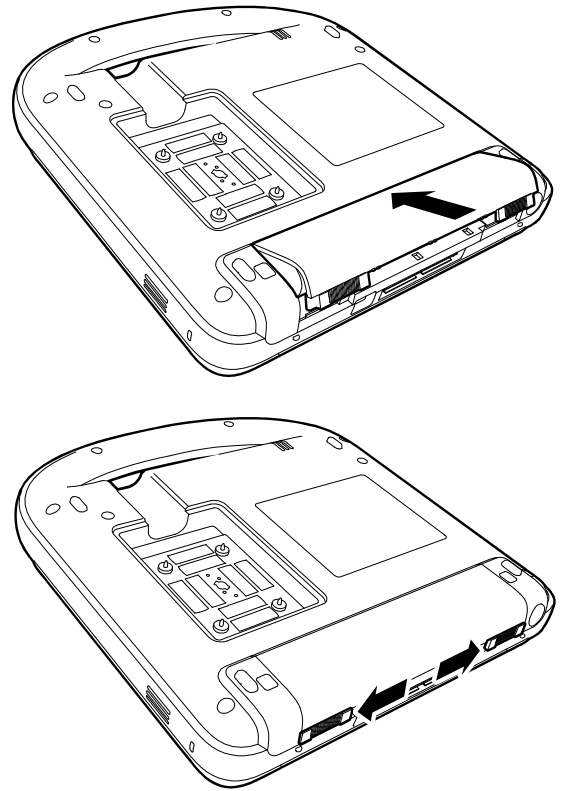

Abbildung 3 Einsetzen der Batterie
- 3 Batterie leicht angestellt in das Batteriefach einsetzen. Siehe **Abbildung 3**.